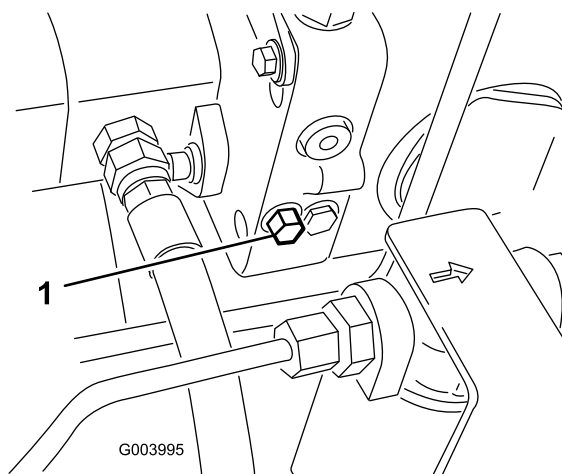

Figura 42
- La válvula de desvío está situada en el lado izquierdo del hidrostato (Figura 42). Gire el perno una vuelta y media para abrirla y dejar pasar el aceite internamente. Puesto que el aceite se desvía, la máquina puede ser movida lentamente sin dañar la transmisión.